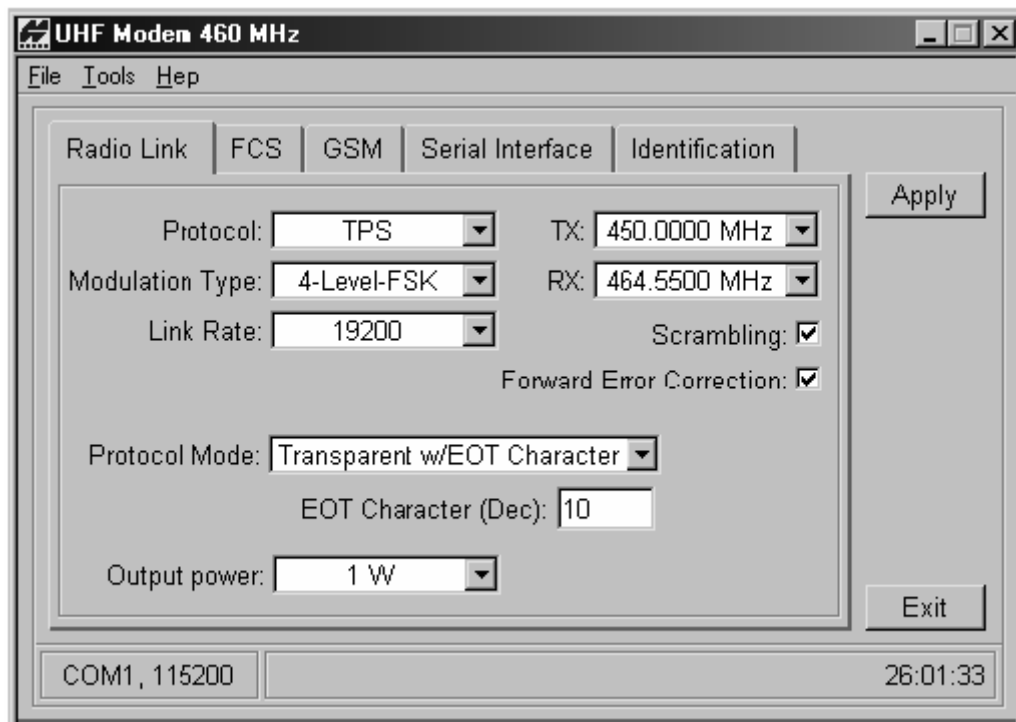

Рисунок 2-20. Пример выбора параметров линии передачи данных для базовой станции
5. На вкладке *Radio Link (радиоканал)* установите следующие параметры радиомодема базовой станции (см. рис. 2-20 на стр. 2-29):